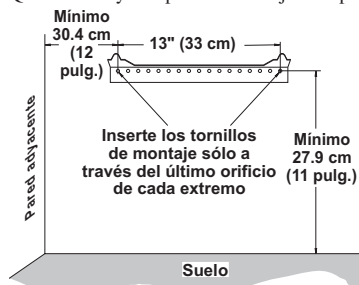

Figura 8 - Distancias mínimas del soporte de montaje
ADVERTENCIA: mantenga las distancias mínimas que se muestran en la figura 8. Si puede, proporcione distancias mínimas mayores con respecto al suelo y la pared de unión.
2. Marque las ubicaciones de los tornillos en la pared (consulte la figura 8).